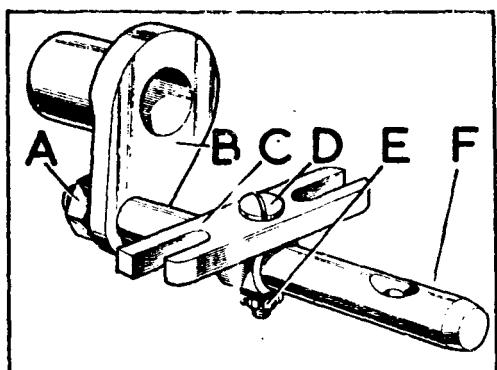

Fig. C1-57 Eje de las barras correderas
- 3.2.1. Fijar el casquillo de conexión, B (Fig. C1-57) al eje, F, y dejar sin apretar la tuerca, A, en esta fase.
- 3.2.2. Fijar la pieza de conexión, C (Fig. C1-57) al eje, en la forma que se indica en la figura, teniendo en cuenta la posición relativa del agujero -- avellanado del otro extremo del eje.